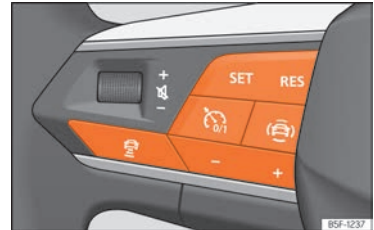

Abb. 117 Am Multifunktionslenkrad: Tasten zur ACC-Bedienung.
- »» (Abb. 117).
- Taste **SET** drücken, um die Regelung zu starten **>>>** (Abb. 117).
Um die Geschwindigkeit zu programmieren, drücken Sie die Tasten **+** oder **–** **>>>** (Abb. 117) bis zur gewünschten Geschwindigkeit. Die Einstellung der Geschwindigkeit erfolgt in Schritten von 10 km/h (5 mph).
- Taste **⬆** und dann Taste **+** oder **–** **>>>** (Abb. 117) drücken.
- Taste **⬆** **>>>** (Abb. 117) kurz drücken oder Bremspedal treten.